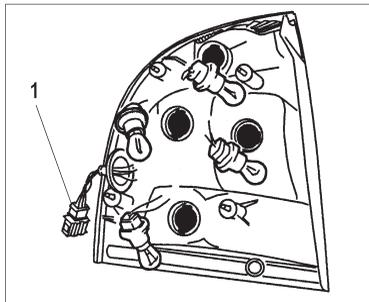

Рис. 56. Задний фонарь
- отсоедините колодку проводов 1 (рис. 56);